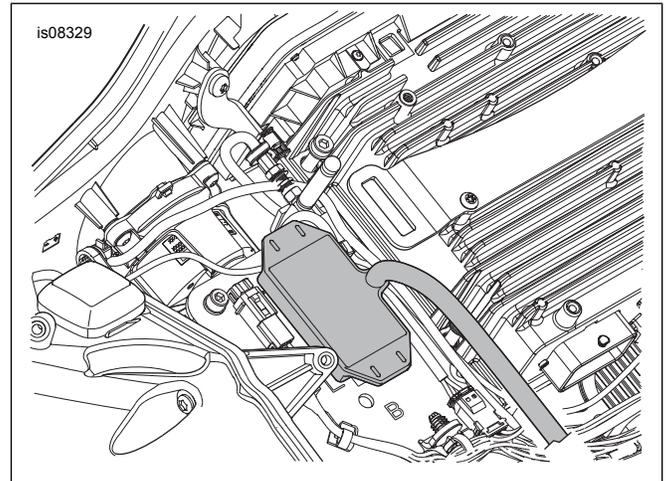

Figura 14. Montagem do transmissor (Modelos Touring FLTR anos 2015 e 2016)
2. Veja Figura 14 . Retire a película de proteção da parte traseira adesiva do bloco de espuma no transmissor.